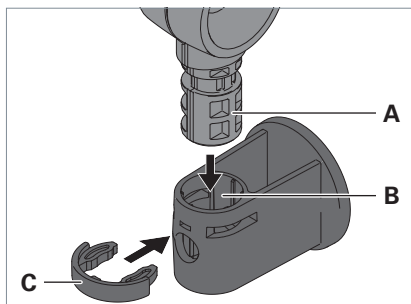

Fig. 6: Montaggio dell'apparecchio d'illuminazione a un adattatore
- ▶ Inserire il perno **A** dell'asta dell'apparecchio d'illuminazione nell'apertura **B** dell'adattatore, vedi Fig. 6.